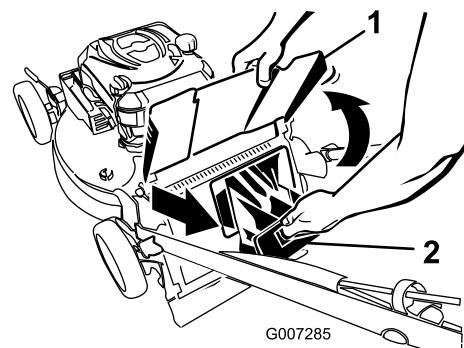

Figura 23
2. Alzate il deflettore di scarico posteriore (Figura 23).
3. Estraete il coperchio di scarico posteriore (Figura 23).
- Installate il coperchio di scarico posteriore (Figura 23).